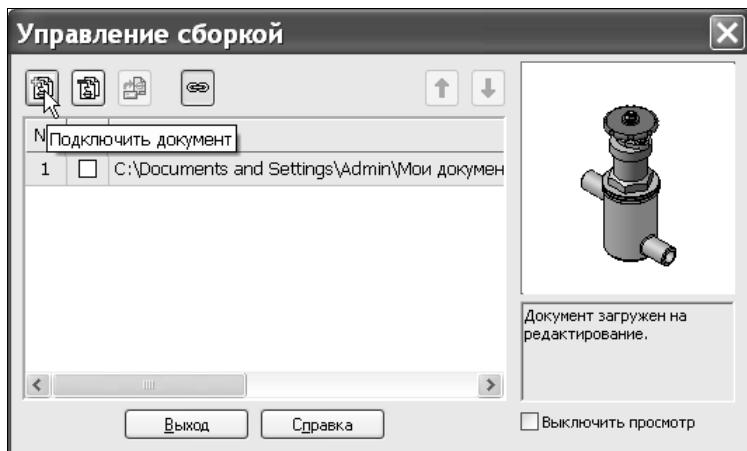

Рис. 9.104. Диалоговое окно Управление сборкой
- В появившемся диалоговом окне **Управление сборкой** нажмите кнопку **Подключить документ** (рис. 9.104).